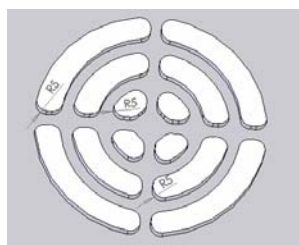

图 9-170 通风口圆角
③ 在“圆角半径”输入栏中键入相应的圆角半径数值，本实例中键入数值：5。这些值将应用于边界、筋、翼梁和填充边界之间的所有相交处产生圆角，如图 9-170 所示。